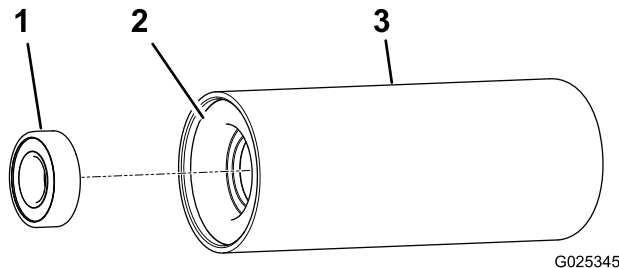

Bild 7
4. Bauen Sie ein Lager in das bestehende Lagergehäuse im Walzenrohr ein (Bild 7).